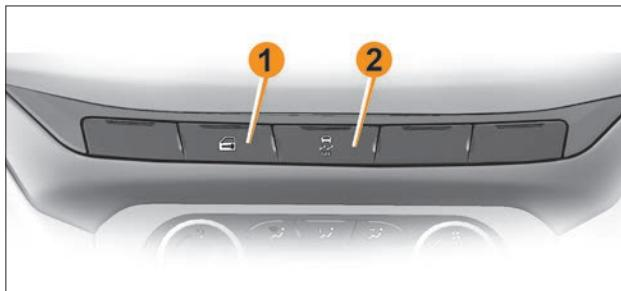

Рис. 3. Блок выключателей на панели приборов
Для блокировки замков дверей и включения режима охраны нажмите кнопку блокировки  на пульте. При этом произойдет блокировка замков дверей и включение режима охраны, что подтверждается **загоранием на некоторое время индикатора на кнопке 1 (см. рис. 3) и двукратным световым сигналом указателей поворота.**
– Центральная блокировка/разблокировка замков дверей. Для блокировки замков всех дверей из салона нажмите кнопку  на панели приборов, индикатор на кнопке **1** (рис. 3) загорится на некоторое время, затем погаснет. Если при нажатии кнопки  капот, багажник или одна из дверей были открыты, то двери обратно разблокируются. Закройте двери, капот, багажник, нажмите кнопку блокировки , все двери заблокируются. Разблокировка замков боковых дверей происходит при открывании со стороны салона любой передней двери.
При заведенном двигателе нажмите кнопку центрального замка  на панели приборов **1** (рис. 3) и удерживайте ее в течение пяти секунд. Сразу после нажатия кнопки загорится светодиод, двери заблокируются. Заглушите двигатель. Функция активирована.
При заведенном двигателе нажмите кнопку центрального замка  на панели приборов 1 (рис. 3) и удерживайте ее в течение пяти секунд. Функция отключена.